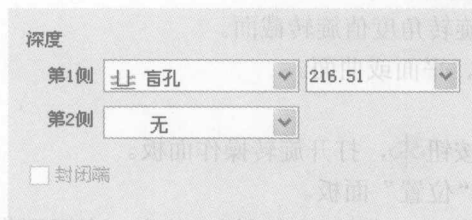

图 1-3 “深度”控制面板
- ——单击该按钮，会弹出如图 1-3 所示的控制面板，用于定义草绘截面两侧的拉伸深度。